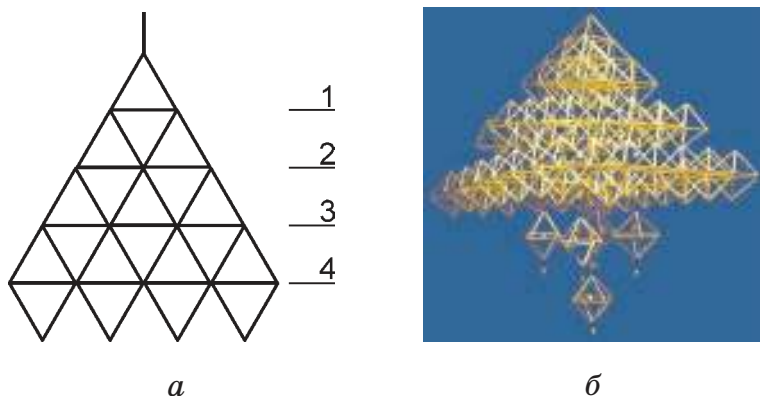

Рис. 91. «Пирамидальный» соломенный «паук»: а — схема одной стороны; б — общий вид
Далее по периметру привязывают двенадцать многогранников и четыре — в центре конструкции. Жёсткость конструкции «паука» обеспечивается связыванием всех углов многогранников друг с другом. Такую конструкцию можно постепенно увеличивать до заданных размеров, привязывая необходимое количество многогранников (рис. 91; 82, з; 90).
2. Выполните нанизывание соломок и их связывание в определённой последовательности (рис. 91).